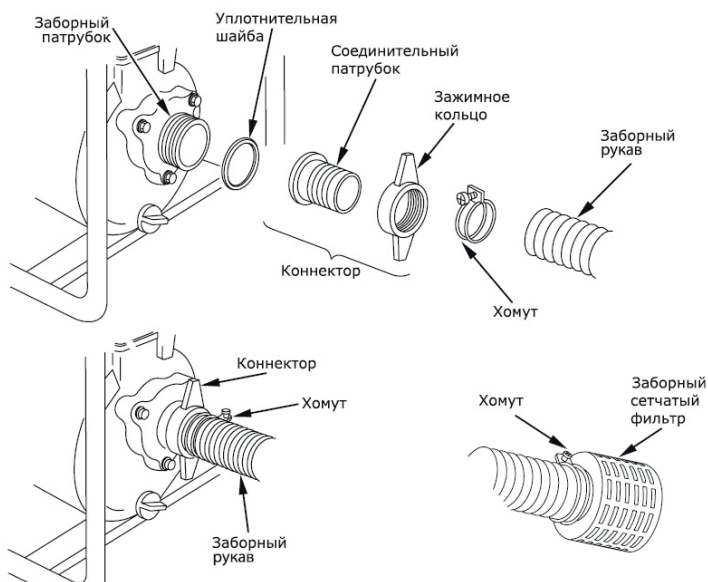

рис. 4
- Подсоедините заборный сетчатый фильтр к заборному шлангу при помощи хомута (рис. 4)